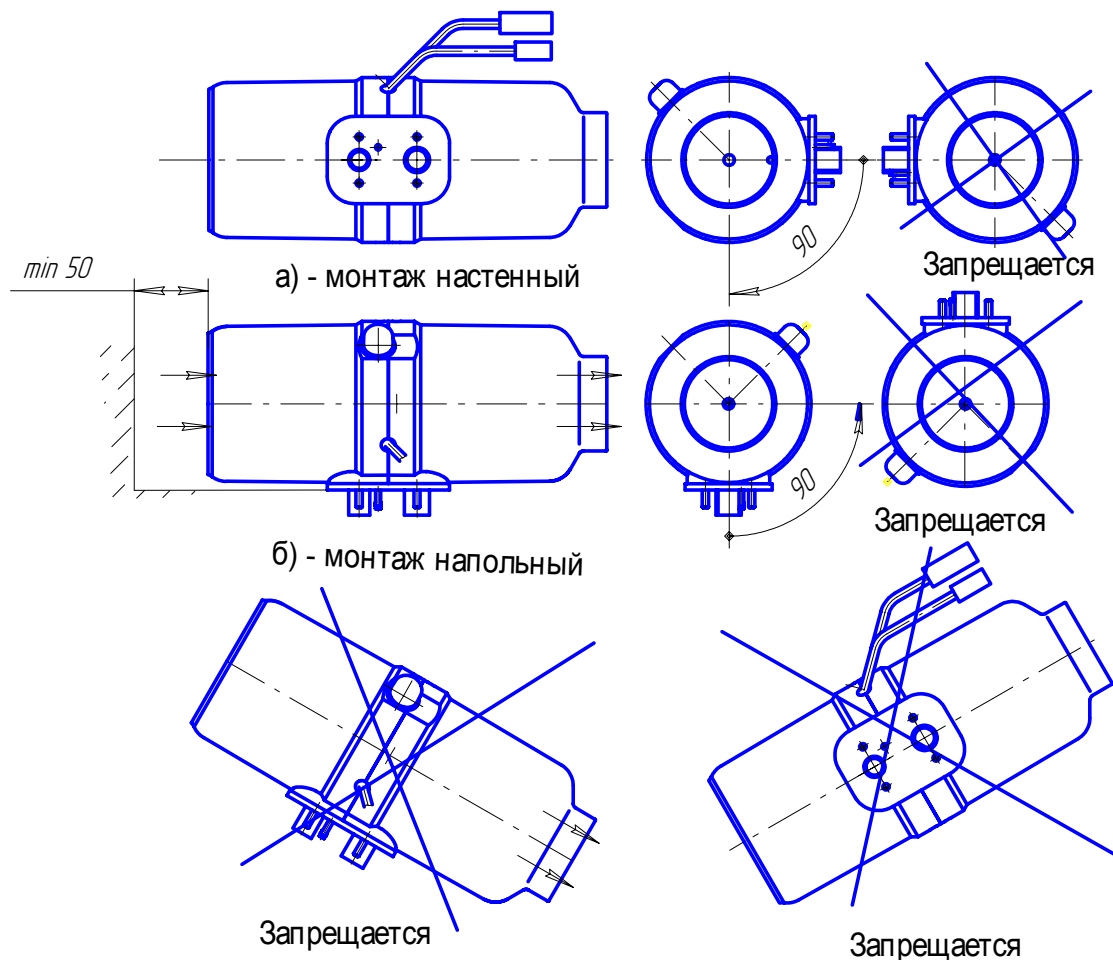
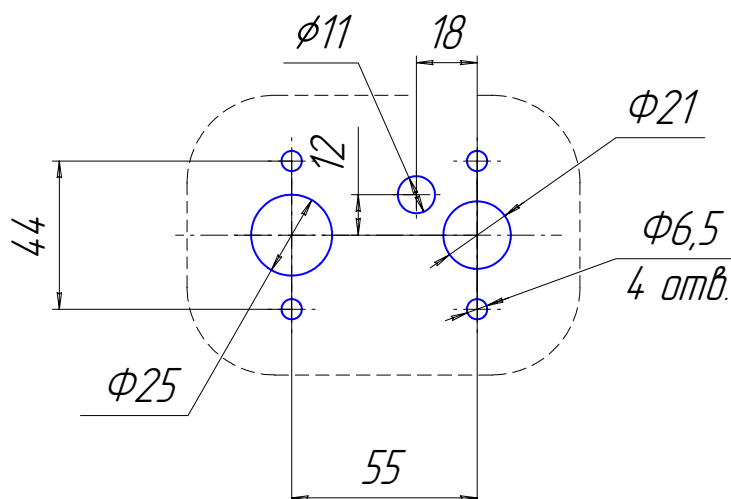

Рис. 10 – Варианты установки нагревателя
Рис. 11 – Монтажные отверстия для установки нагревателя
Монтаж нагревателя производить с учётом допустимых рабочих положений в соответствии с рис. 10 внутри помещения. На рис.10 показаны два крайних монтажных положения нагревателя. Входное отверстие нагревателя должно располагаться таким образом, чтобы в обычных рабочих условиях не могли подсасываться выхлопные газы двигателя автомобиля и отопителя. Расстояние от стенок, перегородок до торца входного отверстия нагревателя должно быть не менее 50 мм (см. рис.10). При монтаже и эксплуатации нагревателя необходимо предусмотреть защиту от попадания посторонних предметов во входное и выходное отверстия. Монтаж нагревателя проводить с учетом доступности демонтажа нагревателя, что приведет в конечном итоге к быстрому техническому обслуживанию. Для монтажа нагревателя отверстия в корпусе АТС производить согласно рис. 11.
**ВНИМАНИЕ !!** Надежная работа отопителя зависит от правильного монтажа нагревателя. Нагреватель должен устанавливаться горизонтально, при этом свеча накаливания должна быть в верхнем положении согласно Рис. 10.